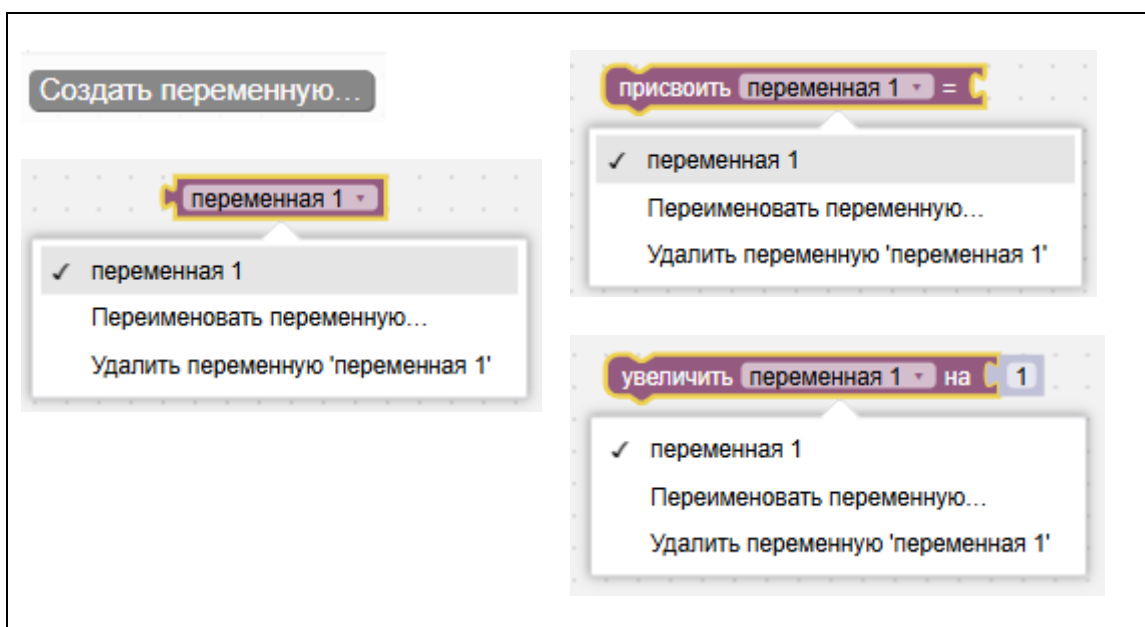

Рисунок 57 – Блоки «Переменные»
4. «Переменные» – создание и редактирование переменных (см. Рисунок 57).